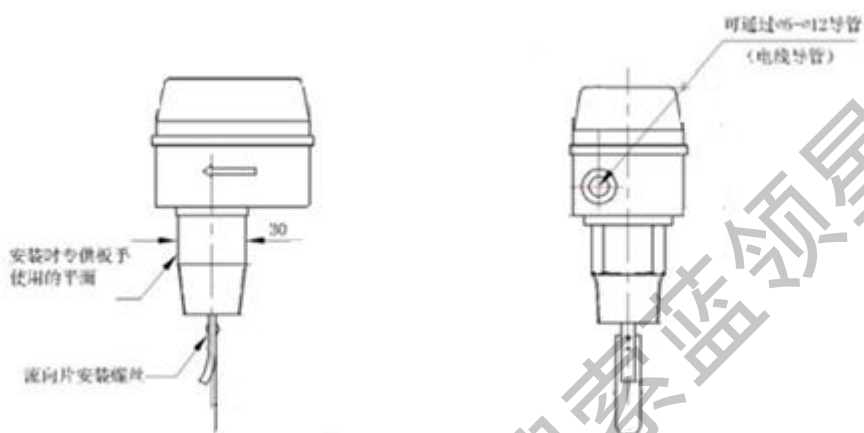

图 1 外形尺寸
- B. 调高流量值, 顺时针旋转调节螺丝。在调高出厂设定值后, 若要调低流量值, 逆时针旋转调节螺丝。(见图 1)